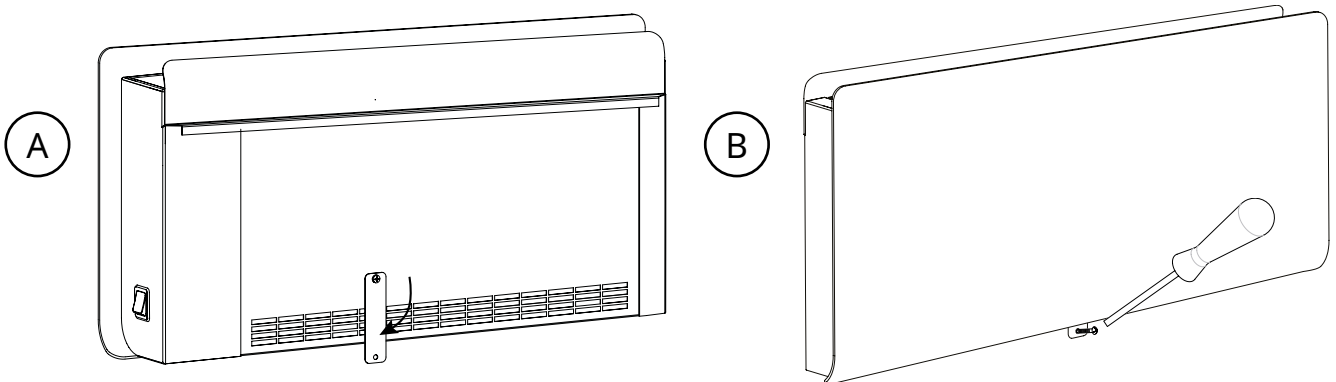

Fig. 4: Fastening with lockplate
3. Roter låseplaten (fig. 4) og fest med en skrue